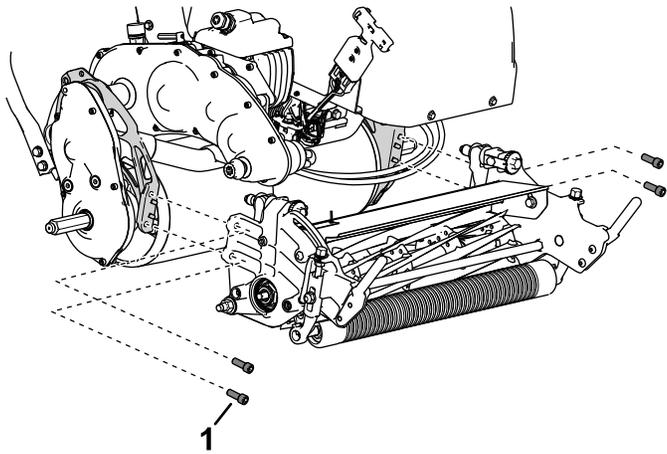

図 37
5. ソケットヘッドねじ4本でカッティングユニットをフレームに固定する 図 37。